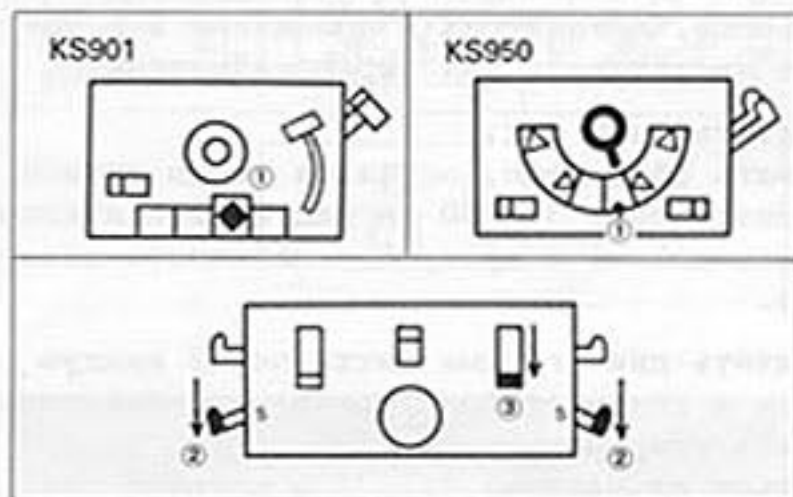

Рис. 6
10. Повторно установить каретки. (Рис. 6)